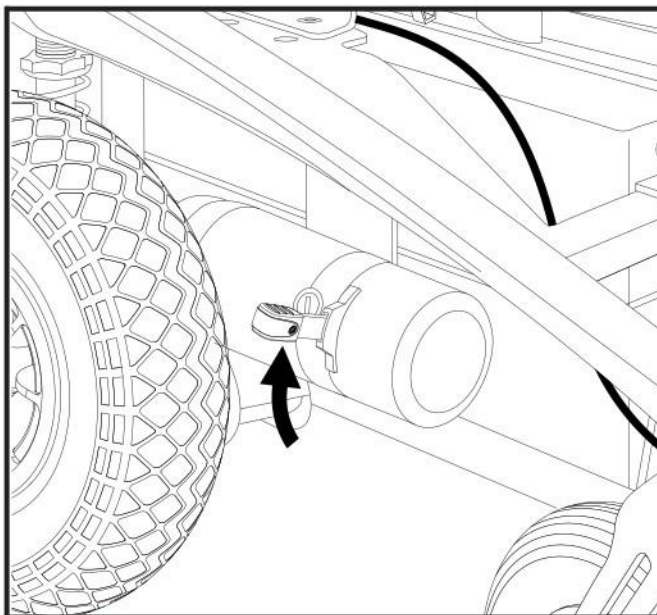

Figura 8. Modalità normale (trazione inserita)
2. Tirare su le due leve di sbocco ruote per guidare (motore guida attivato). **Vedere figura 8.**